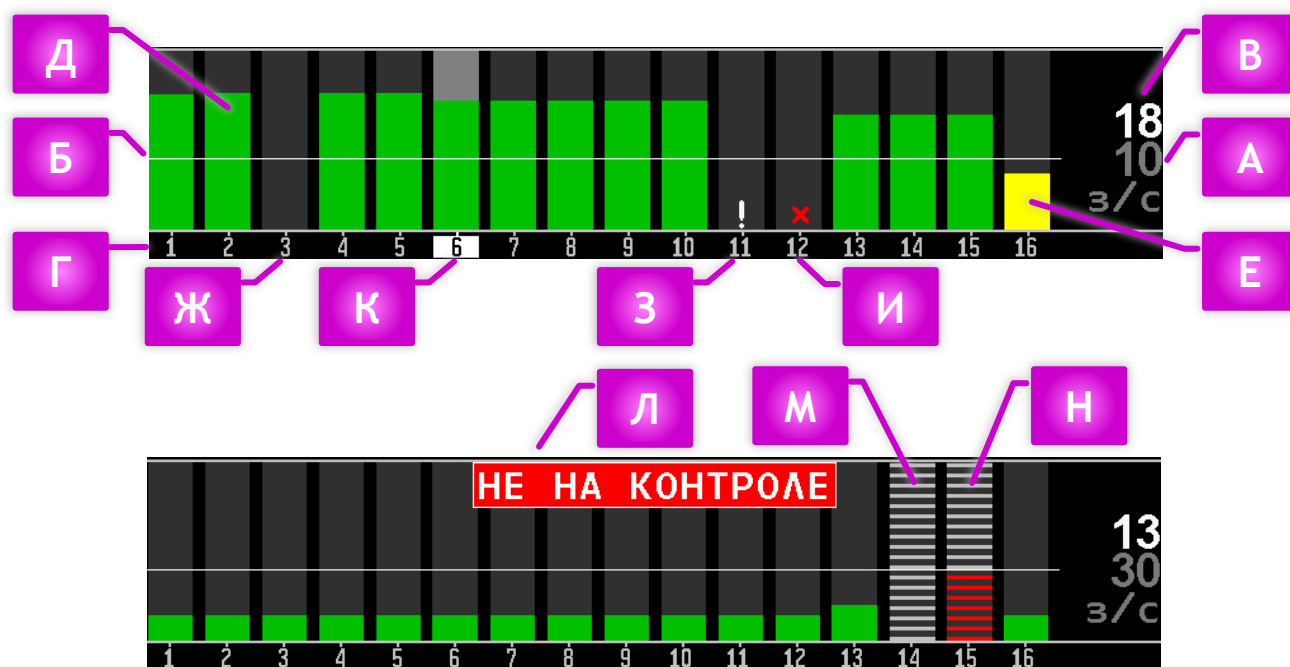

РИСУНОК 7 ДИАГРАММА КОНТРОЛЯ ВЫСЕВА В РЕЖИМЕ КОНТРОЛЯ «ПОТОК»
Для режима контроля «Поток» диаграмма состоит из следующих элементов (см. «Рисунок 7»):
- Зеленым цветом (см. «Рисунок 7» [Д]), если поток семян больше заданного уровня (нормальное состояние).
- Желтым цветом (см. «Рисунок 7» [Е]), если поток семян меньше заданного уровня (аварийное состояние).